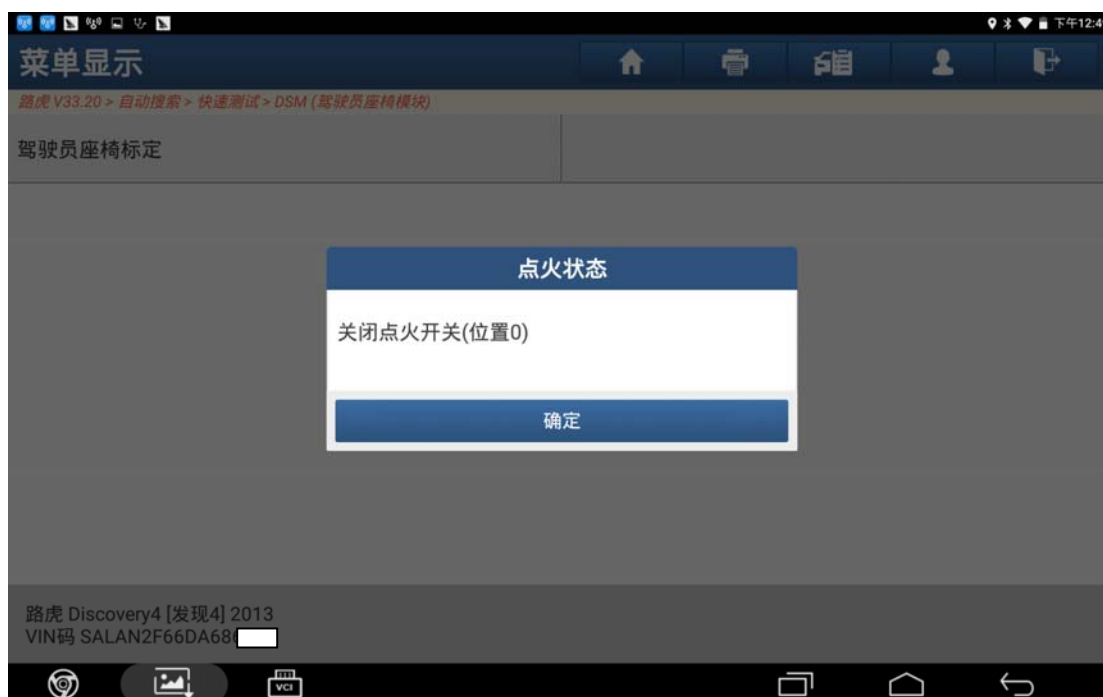

图 17
17). 关闭点火开关 (位置 0) 点击“确定”, 如图 17;